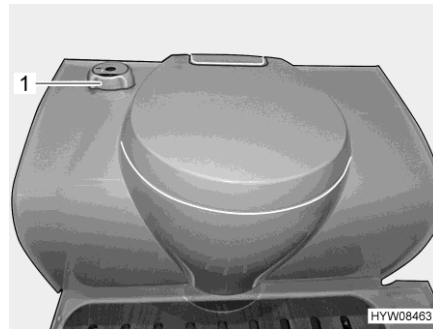

Bild 212 Thetford-toalett
*Spjället, öppna:* ■ Vrid ratten (Bild 212,1) moturs.
*Stäng spjället:* ■ Vrid ratten (Bild 212,1) medurs.